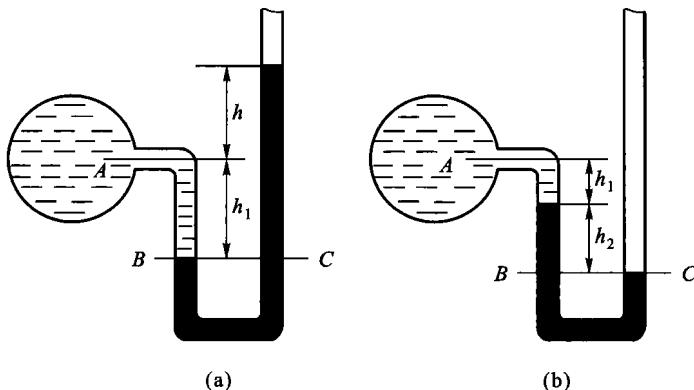

图 1.1
**例 1** 如图 1.1 a 所示，U 形管测压计内装有汞，其左端与装有水的容器相连，右端开口与大气相通。已知： $h = 20 \text{ cm}$ ,  $h_1 = 30 \text{ cm}$ , 水银密度  $\rho = 13.6 \times 10^3 \text{ kg/m}^3$ 。试计算 A 点的相对压力和绝对压力。